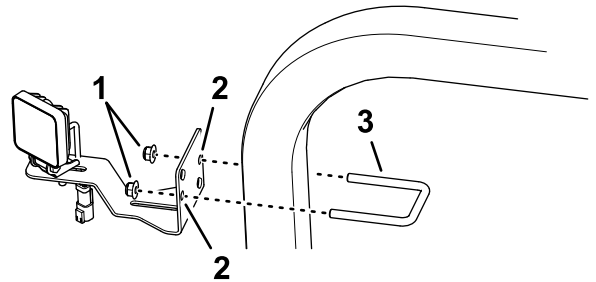

图 6
1. 如图 6 所示用 U 形螺栓 $\frac{3}{8}$ x 2-7/16 x 2-13/16 英寸和凸缘锁紧螺母将 LED 灯和支架安装到 ROPS 管上。